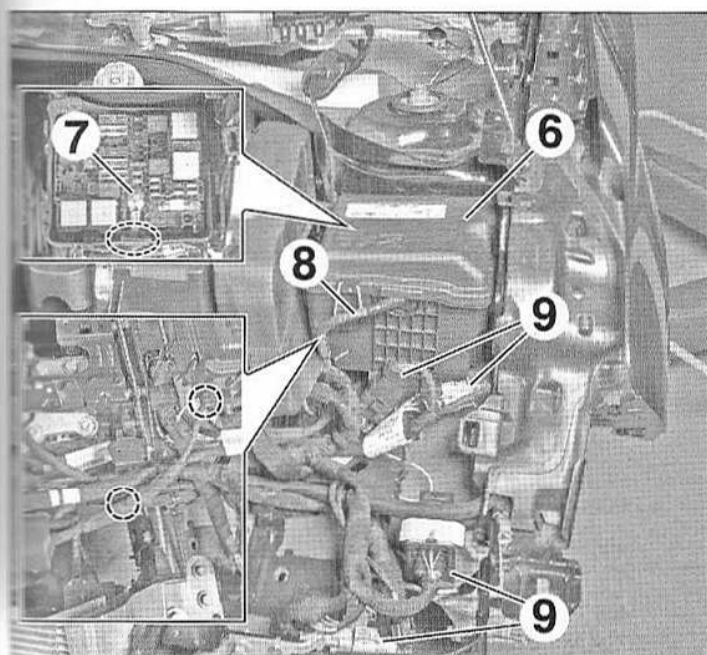
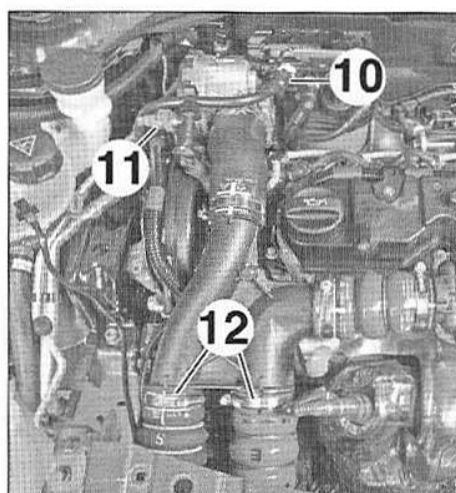

FIG.151
FIG.152
- Déposer le cache (6) (Fig.151).
- Déposer l'écrou (7).
- Libérer, dégrafer et écarter le faisceau (8).
- Débrancher les connecteurs (9).
- Débrancher les raccords des canalisations d'alimentation (10) et de retour de carburant (11) (Fig.152).
- Déposer les raccords d'air de suralimentation (12) de l'échangeur air/air.